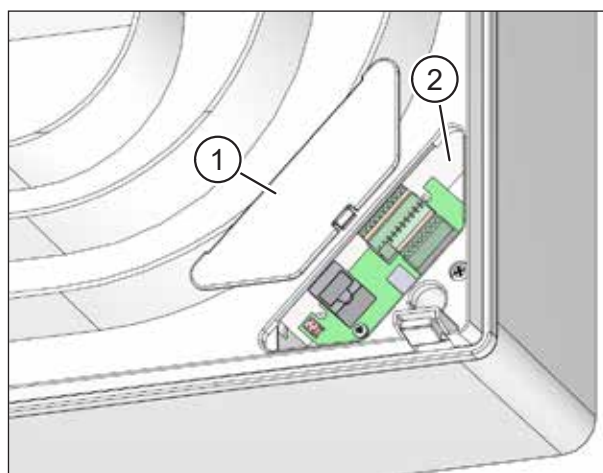

Abb. 25: Netzwerkdeckel aufsetzen
- ▶ Setzen Sie den Netzwerkdeckel (Pos. 1 in) auf die Öffnung (Pos. 2 in Abb. 25) und rasten Sie ihn ein.